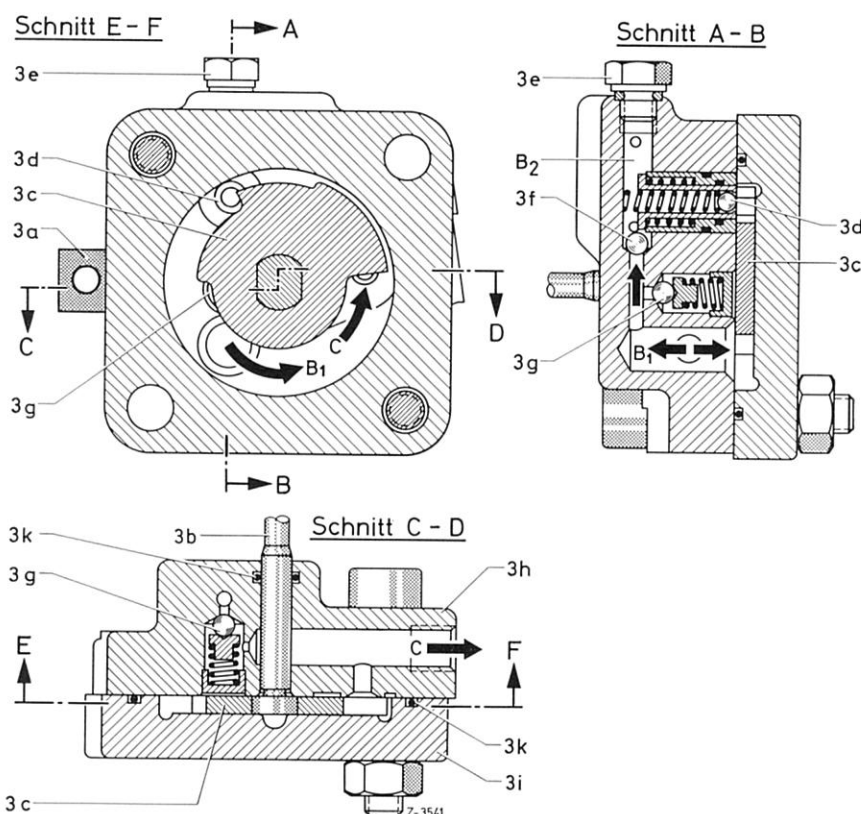

Bild 32–10/13
leitet. Durch das Anheben des Fahrzeughecks in die Niveaulage wird die Stellung „Neutral“ wieder erreicht. Vor einer Überbelastung ist die Anlage durch das Überdruckventil (3g) geschützt, das bei Erreichen des max. zulässigen Druckes öffnet (Bild 32–10/13).
Öl über den voll geöffneten Rückströmkanal (C) zusammen mit dem von der Pumpe geförderten Öl zum Vorratsbehälter zurück. Ist die Niveaulage des Fahrzeuges wieder erreicht, schließt die Steuerscheibe das Abströmventil (3d). Die Sicherstellung des für die Funktion der Federbeine als Stoßdämpfer erforderlichen Grunddruckes, unabhängig von der Stellung des Reglers, wird dadurch erreicht, daß beim Absinken des Druckes in den Federelementen unter einen bestimmten Wert die äußere Druckfeder des Abströmventils (3d) dieses aus dem Bereich der Steuerscheibe schiebt, so daß der Druck nicht weiter absinken kann (Bild 32–10/13).